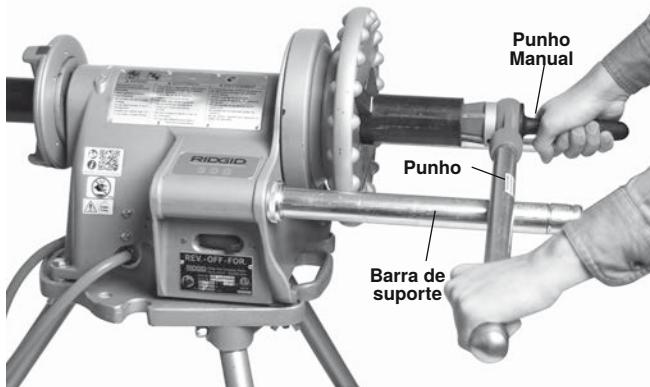

Figura 16 – Escareador de tubos com escareador manual (manter o cabo do escareador em contacto com a barra de suporte)
2. Insira o escareador na extremidade do tubo como ilustrado na *figura 16*. Apoie o cabo do escareador na barra de suporte do lado do interruptor e segure o cabo com a mão direita.